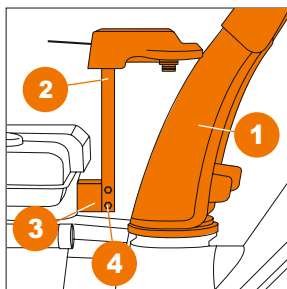

Рис. 8
– Установите желоб выброса (1) на отверстие выброса снега на корпусе снегоуборщика (Рис. 8).
– Закрепите поддерживающую штангу (2) к специальному кронштейну (3) на корпусе снегоуборщика с помощью двух болтов (4) (Рис. 8).